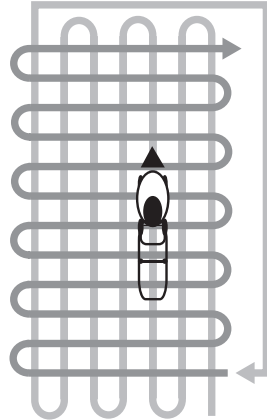

Рис. 17 Схема скашивания высокой и/или загущенной травы
5. При скашивании в тяжелых условиях (п. 3,4) рекомендуется двигаться медленнее или проводить повторный покос с меньшей высотой скашивания. На Рис. 17 представлена схема движения газонокосилки при скашивании высокой и/или загущенной травы.